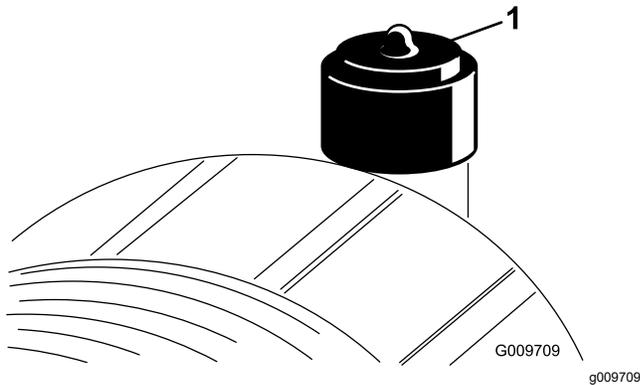

Figura 41
Faça a manutenção ao filtro de ar apenas quando o indicador de serviço (Figura 41) o exigir. Mudar o filtro de ar antes de ser necessário apenas aumenta a possibilidade de entrar sujeira no motor quando retira o filtro.
2. Reinicie o indicador (Figura 41) se este se apresentar vermelho.